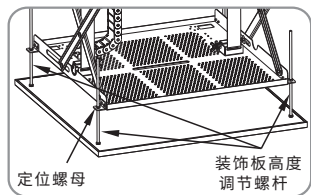
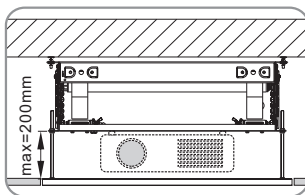

图21
图22
14. 调节天花装饰板的高度，天花装饰板四个角上装有长度约250mm的螺杆，用户可以根据所安装天花板的实际高度，调节螺杆上定位螺母的位置，来达到调节天花装饰板高度的目的（图21），最大高度约200mm左右（图22），调节完成后必须将螺母拧紧以防松脱。